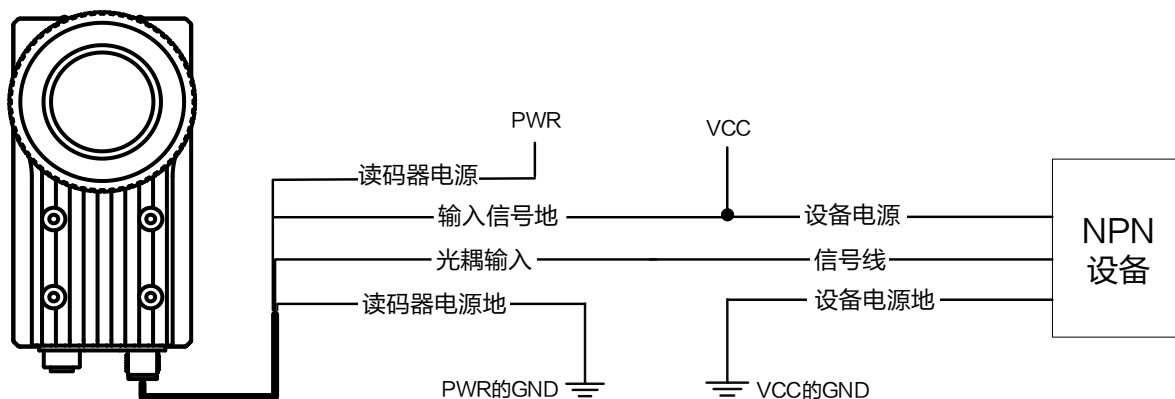

图5-6 输入信号接 NPN 设备（不使用上拉电阻，适用于非 ID6200EM 型号设备）
- 除 MV-ID6200EM-00C-NNG 型号以外的设备接线图如图 5-6 所示。